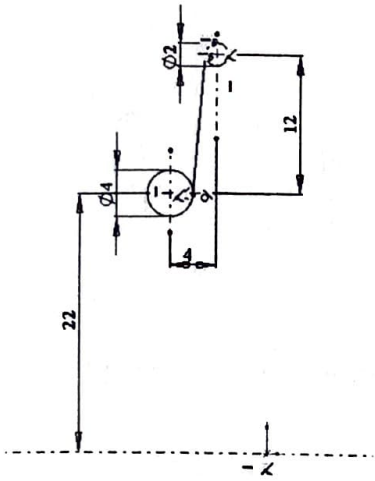

Рис. 18
6. Начертите две произвольные окружности (рис. 18), проставьте размеры и прочертите осевые линии и прямую линию, касательную к окружностям.